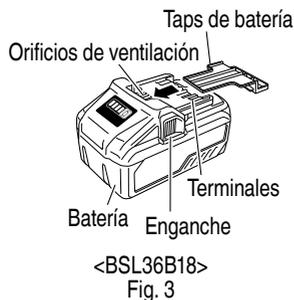

Fig. 3
- Instale el paquete de baterías en la herramienta eléctrica o almacénelo presionando la tapa de baterías hasta que se oculten los orificios de ventilación para evitar cortacircuitos. (Ver Fig. 3)